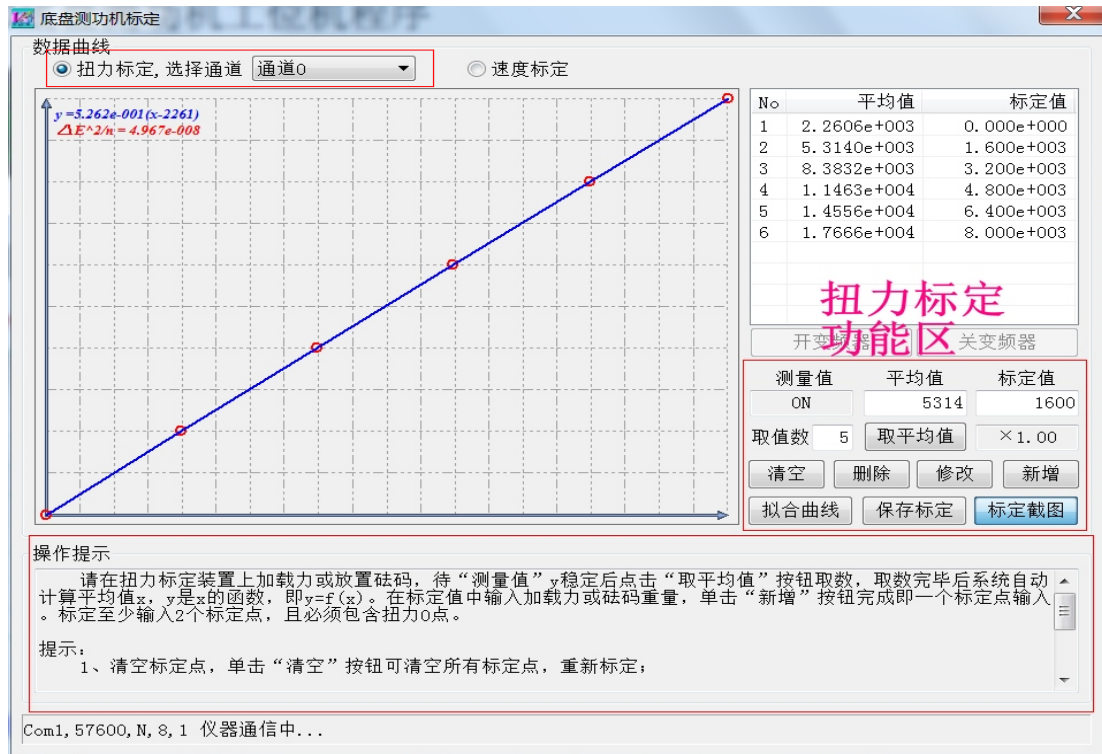

图 4.11
(3)、点击操作界面右上方的“系统标定”，弹出“底盘测功机标定”对话框（见图 4.11），选择“扭力标定”，对话框下方有“扭力标定”的操作提示。